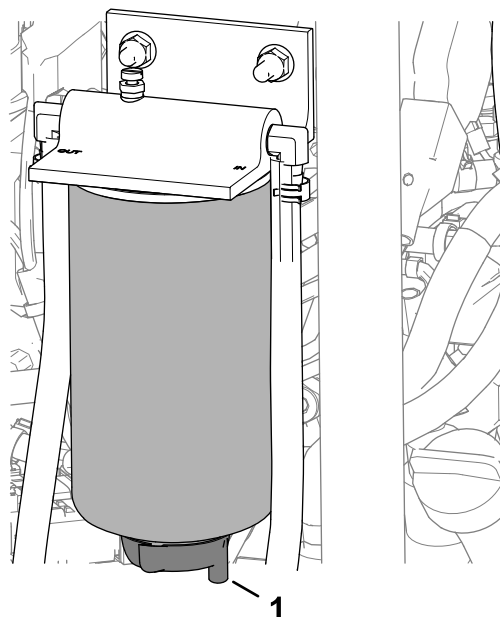

Bild 119
3. Stellen Sie eine Auffangwanne unter das Ablassventil des Kraftstoff-Wasserabscheiders (Bild 119).